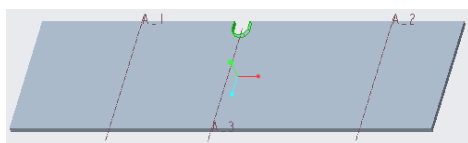

图 1-298 完成凹槽 1 的放置
(8) 在“用户定义的特征放置”对话框中单击 (应用) 按钮，创建的凹槽如图 1-298 所示。